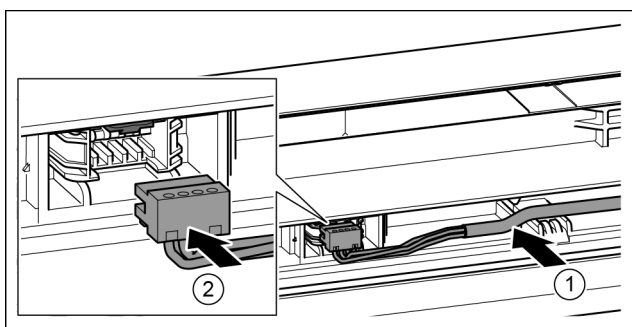

Fig. 43
- ▶ Sivi kable namestite v vodilo v zgornjih vratih. *Fig. 43 (1)*
- ▶ Zataknete vtič. *Fig. 43 (2)*